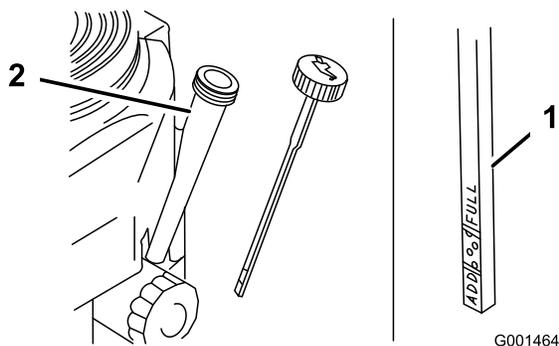

Figure 30
- Nettoyez la surface autour de la jauge d'huile (Figure 30) pour éviter que des impuretés ne s'introduisent dans le goulot de remplissage, ce qui risquerait d'endommager le moteur.
- Retirez la jauge d'huile et essuyez soigneusement son extrémité (Figure 30).
- Remettez la jauge au fond du tube de remplissage, mais sans la visser (Figure 30).
- Versez avec précaution environ 80% de la quantité d'huile spécifiée dans le goulot de remplissage (Figure 30)